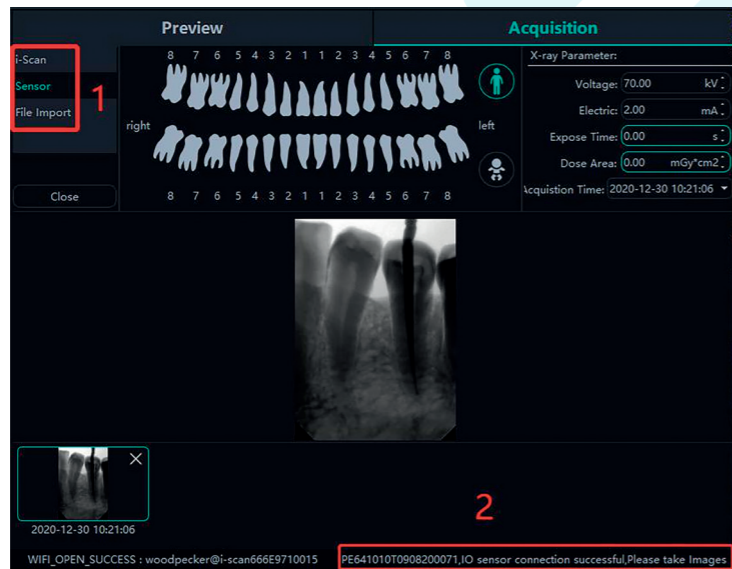
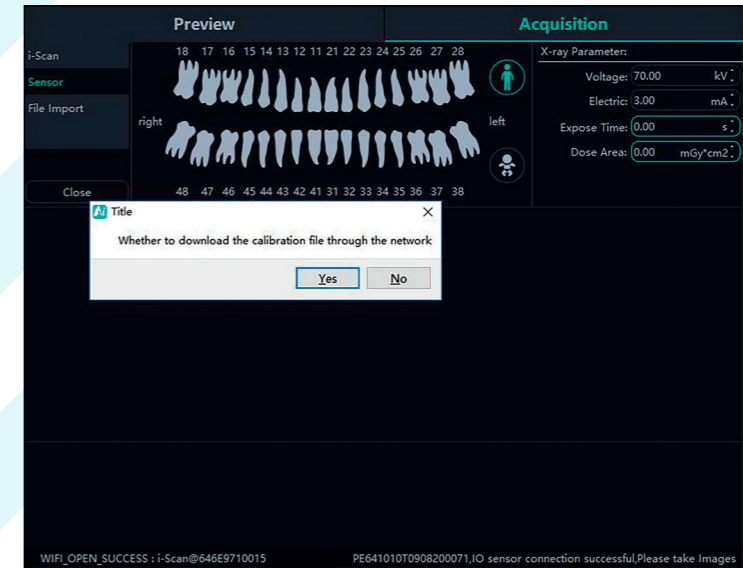

Figure 22
Figure 23
1. Connectez le dispositif de détection à l'interface USB de l'ordinateur, et sélectionnez le type de dispositif « Capteur » dans la zone 1, comme indiqué sur la Figure 22. Cliquez sur « Activer », le dispositif passe en mode d'acquisition et commence à acquérir des images. À ce moment-là, le numéro de série du capteur est affiché dans la barre d'état du logiciel de la zone 2, comme le montre la figure 22. Lorsque le capteur est utilisé pour la première fois, l'utilisateur est invité à indiquer s'il souhaite télécharger le fichier d'étalonnage via le réseau. Cliquez sur « Oui » pour lancer le téléchargement ; si vous cliquez sur « Non », l'utilisateur est invité à indiquer s'il doit importer manuellement le fichier d'étalonnage. Cliquez sur « Oui » pour sélectionner le fichier d'étalonnage à importer. En général, l'image acquise par le capteur sera meilleure après la sélection du fichier d'étalonnage, comme le montrent les figures 23 et 24.